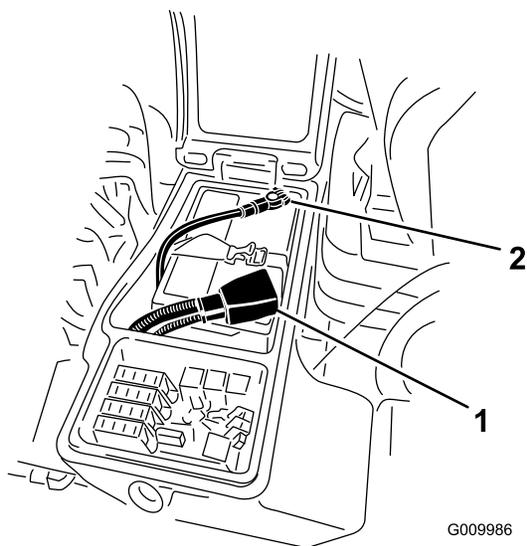

Figura 93
3. Retire o cabo negativo (preto) do terminal negativo (-) e o cabo positivo (vermelho) do terminal positivo (+) da bateria (Figura 93).
6. Instale o cabo positivo (vermelho) no terminal positivo (+) e o cabo negativo (negro) no terminal negativo (-) da bateria (Figura 93).